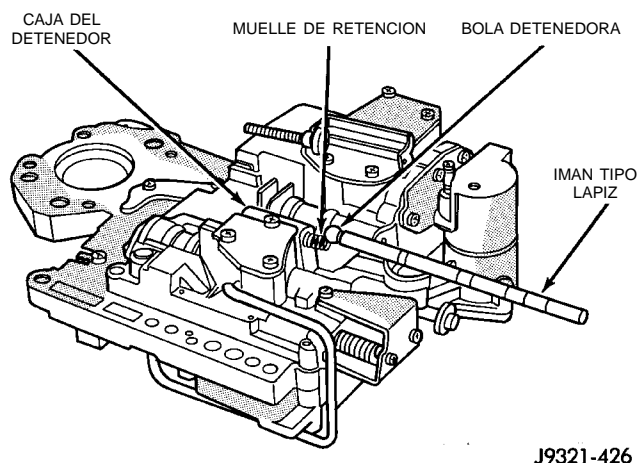

Fig. 58 Bola detenedora y muelle
(19) Coloque el imán tipo lápiz junto a la caja del detenedor para retener la bola detenedora y el muelle. Luego retire cuidadosamente la Herramienta para retenes 6583 y retire la bola detenedora y el muelle (Fig. 58).